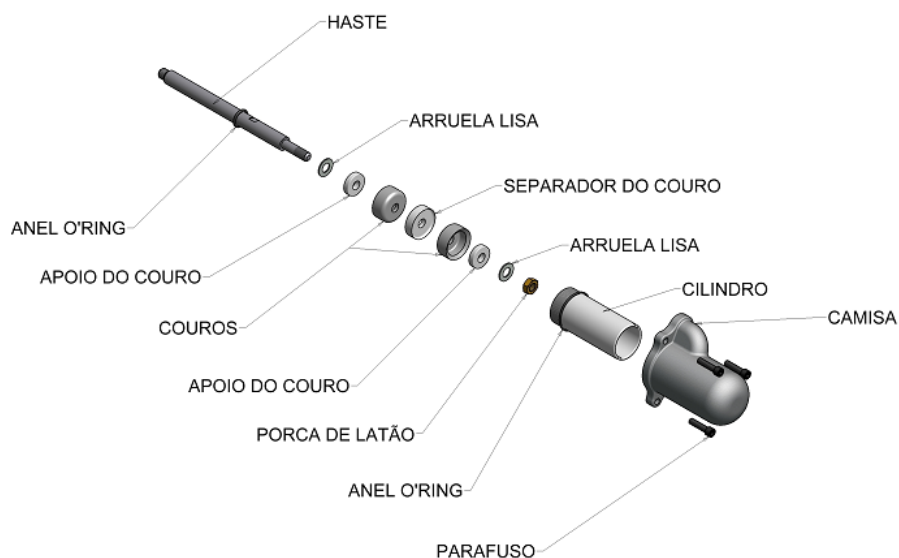

Figura 12- Sistema de bombeo.
- C- Afloje la tuerca y, retire la arandela, soporte de las cueros, separador de los cueros. Compruebe los detalles de los componentes de la figura 12.
- E- Para el montaje de los cueros, inserte la arandela lisa en el vástago, apoyo del cuero, cuero (verifique la posición), separador del cuero, cuero (verifique la posición), soporte del cuero, arandela lisa y, por fin apriete la tuerca sin duda. Ver detalles figura 12. OBS: se recomienda utilizar cueros originales, cueros de mala calidad podrán frenar el sistema.